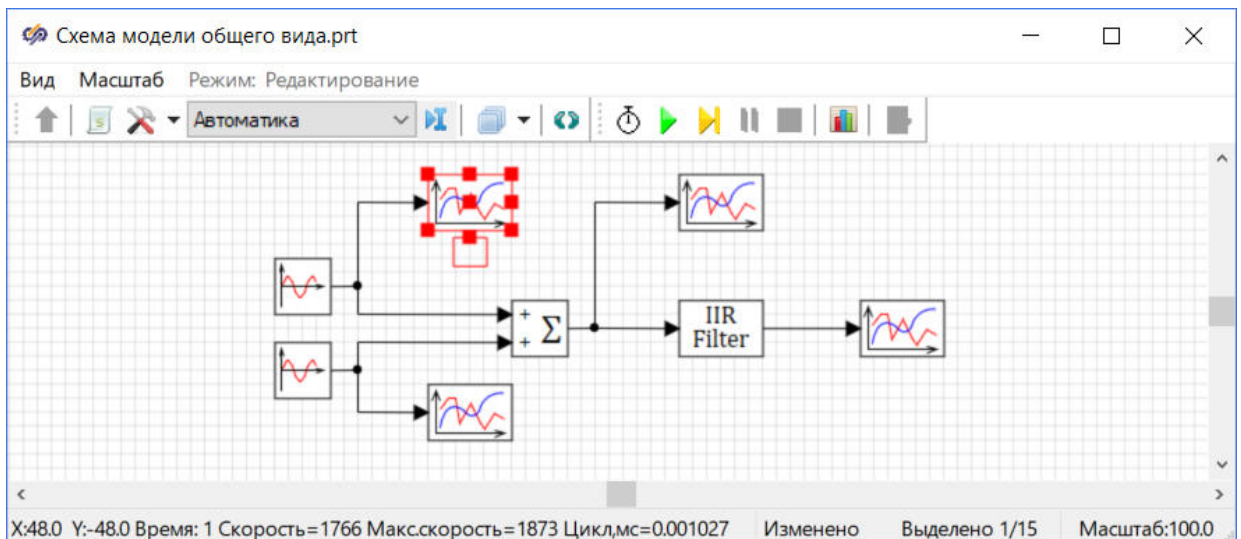

Рис. 28. Окно проекта с выделенным блоком "Временной график".
1. Выбрать блок **Временной график** одинарным нажатием левой кнопкой мыши по нему (Рис. 28).